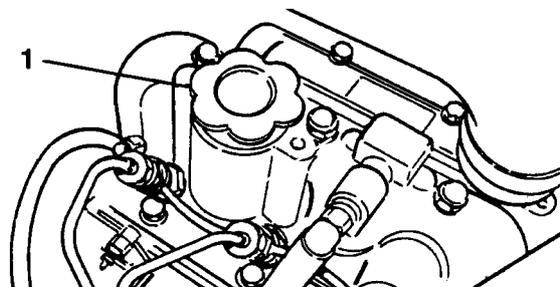

Figure 2
3. Si le niveau est bas, enlever le bouchon de remplissage (Fig. 2) et ajouter progressivement de petites quantités d'huile en vérifiant souvent le niveau, jusqu'à ce qu'il atteigne le repère FULL (maximum) de la jauge.